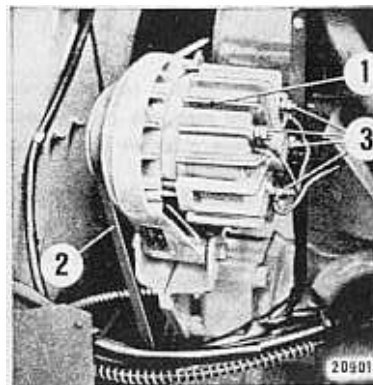

Fig. 99
La lampe-témoin **rouge** encastrée dans le tableau de bord cesse de luire dès que le moteur tourne! Il est indispensable que la courroie meneuse soit tendue comme prescrit (②, Fig. 99). (Cf. Texte et fig. 83)